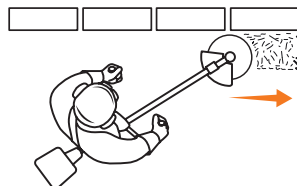

Рис. 16
- При кошении вдоль ограждений ведите косу катушкой вперед левой стороной к ограждению следите, чтобы нить не касалась ограждения (Рис. 16). Для исключения обрыва нити используйте режим работы с «перегазовкой» двигателя.